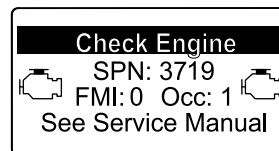

Figura 52
- Se for necessária uma regeneração de recuperação, o InfoCenter mostra o aviso do motor SPN 3719, FMI 16 (Figura 52) e o computador do motor reduz a potência do motor para 85%.